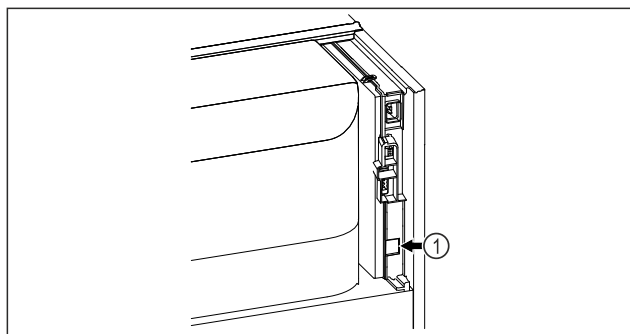

Fig. 90
- ☐ SmartModule Fig. 90 (1) naudojamas.